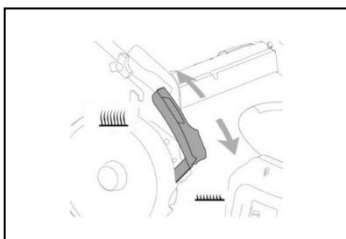

Fig. 15
**⚠ ATTENTION !** Avant de changer la hauteur de tonte, arrêtez la tondeuse et débranchez le câble de la bougie d'allumage. Votre tondeuse est équipée d'un levier central de réglage de hauteur offrant 7 positions de hauteur. La hauteur (la lame par rapport au sol) peut être ajustée de 25 mm à 75 mm (7 positions de hauteur). (Fig.15)